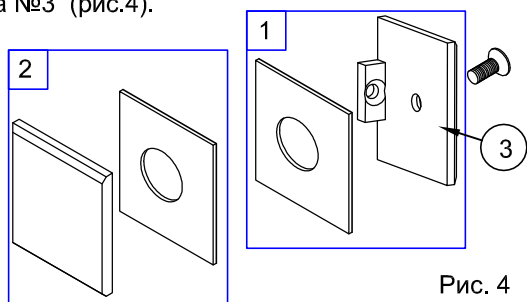
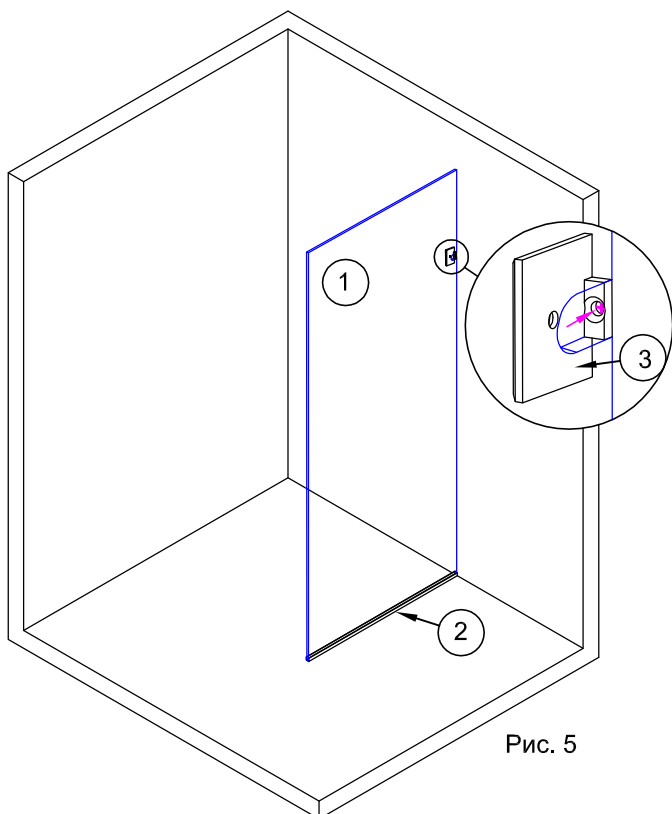

Рис. 4
Рис. 5
2.1. Шестигранным ключом раскрутить держатель стекла №3 (рис.4).
2.2. С внутренней стороны стекла в вырез установить комплект 1 держателя (рис.4). Отметить на стене место отверстия для крепления держателя №3 (рис.5).
Вставить в отверстие дюбель №8. При необходимости использовать молоток. (рис. 5)